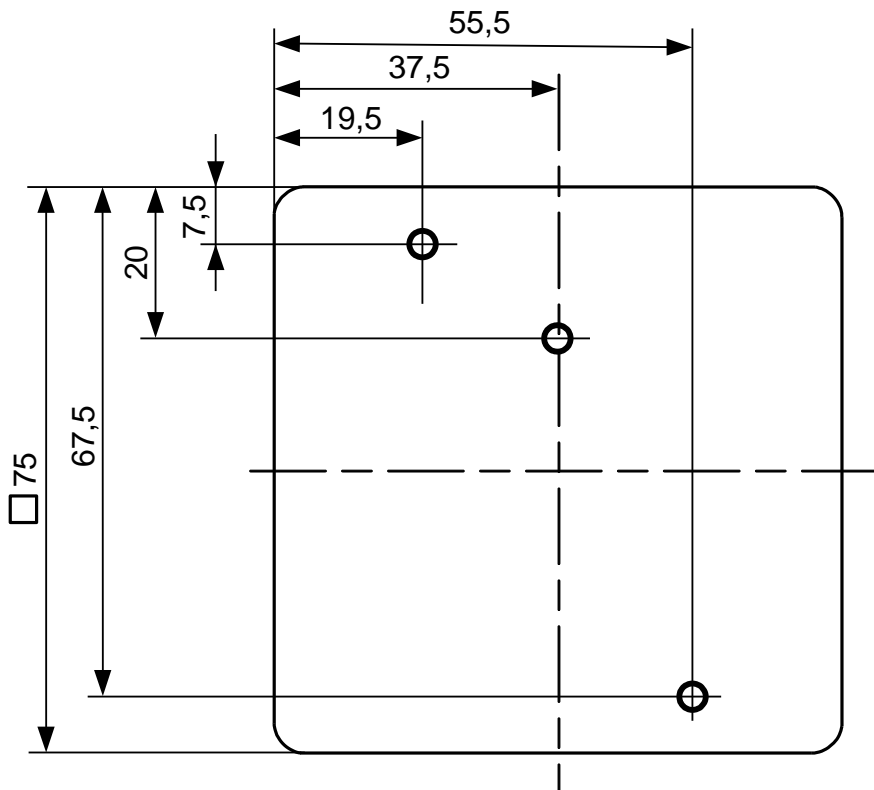

Рисунок 1
2.2.2 Закрепить МП на стене в удобном месте. Установочные размеры указаны на Рис. 1.